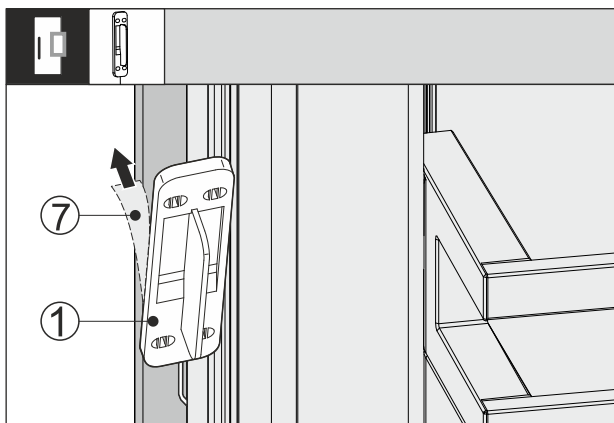

Fig. 65
- ▶ Снимите защитную пленку Fig. 65 (7) с задней стороны датчика стука Fig. 65 (1).